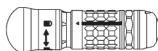

Figura 4
4. Para insertar el perforador craneal, tire hacia atrás del casquillo de bloqueo en el extremo distal del accesorio, inserte el perforador craneal hasta que esté completamente asentado y suelte el casquillo de bloqueo (figura 4).